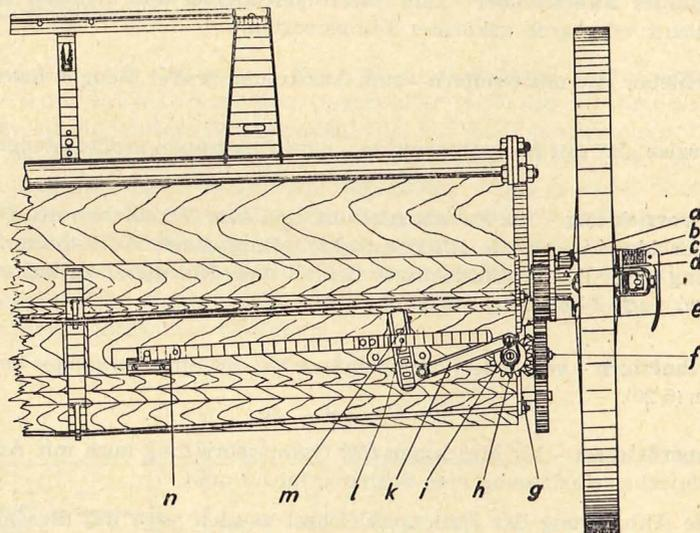

Abb. 3
6. Klinke (Abb. 3/n) an der Rührschieberzugstange nach oben klappen und Zugstange abdrücken.
9. Nach jedem Einsatz soll die Maschine an folgenden 21 Stellen geschmiert werden (s. Abb. 3)